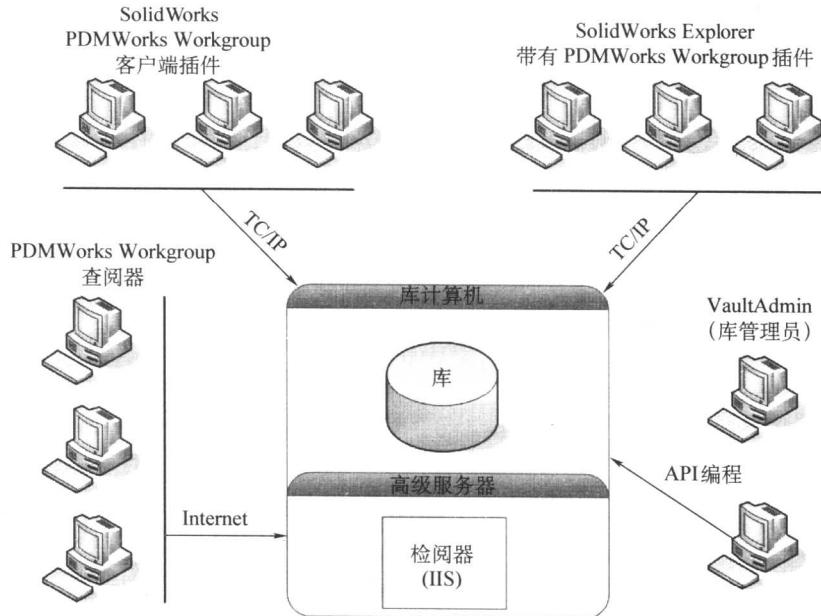

图 1-2 PDMWorks Workgroup 客户端与查阅器
4. PDMWorks Workgroup 查阅器 PDMWorks Workgroup 查阅器提供了一个基于网络访问电子仓库的方式，PDMWorks Workgroup 查阅器允许用户查阅并打印文档以及生成报表。PDMWorks Workgroup 客户端与查阅器的关系如图 1-2 所示。